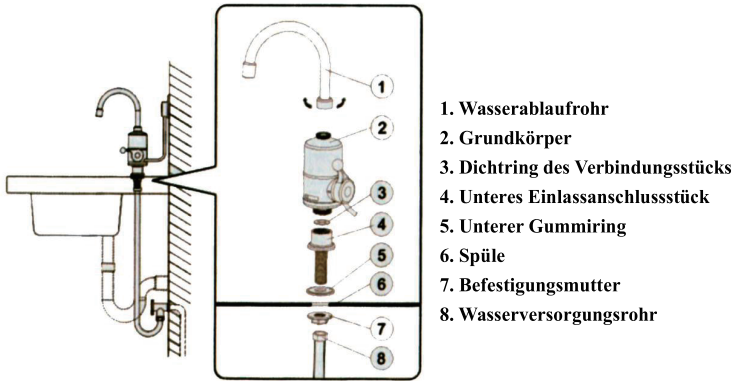
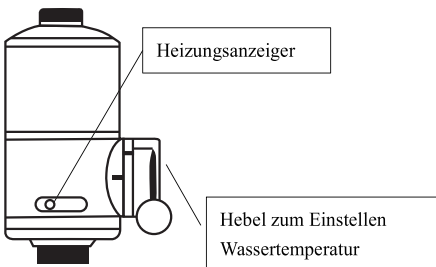

Abb. 02
Abb. 03
## - MONTAGE (Siehe Schritt 1-7, Abb. 02 und Abb. 03)
2. Sie können nach der Position der Ebene zwischen Kalt-, Warm- und Stopposition wählen (Abb. 03 und 04). Wenn der Hebel nach oben gedrückt wird, kann die Strömung des kalten Wassers erhöht werden; Wenn Sie den Hebel nach unten drücken, wird der Warmwasserfluss erhöht. Mit der Zunahme der Strömungsrate wird die Wassertemperatur zuerst reduziert und dann wird das gewünschte warme Wasser aus dem Wasserhahn nach einigen Sekunden fließen.